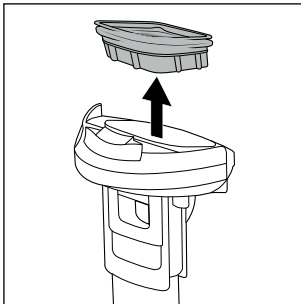

Abb. 24
- ◆ Entfernen Sie den Schmutzfilter **10** aus dem Schmutzwasserbehälter **9**, indem Sie mit den Fingern seitlich unter die Dichtung des Schmutzfilters **10** fassen. Ziehen Sie dann den Schmutzfilter **10** nach oben aus dem Deckel des Schmutzwasserbehälters **9** (siehe Abb. 24).